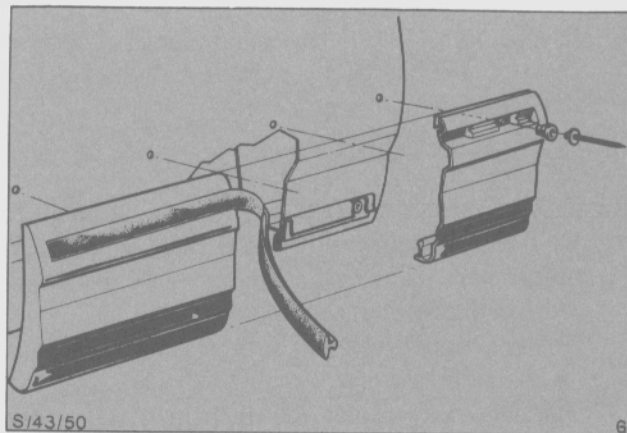

Fig. 56 - Instalación de la moldura de puerta.
- Abrir la puerta y retirar el borde inferior de la moldura de su soporte fijado en la puerta (Fig. 56).
- Colocar el inserto a presión en su alojamiento de la moldura (Fig. 56).